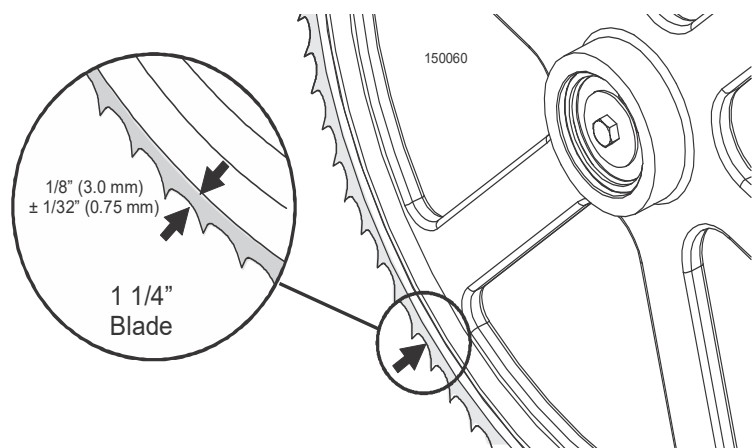

FIG. 8-12
8. Si nécessaire, réglez le volant libre pour positionner la lame comme montré sur la Figure 8-12.